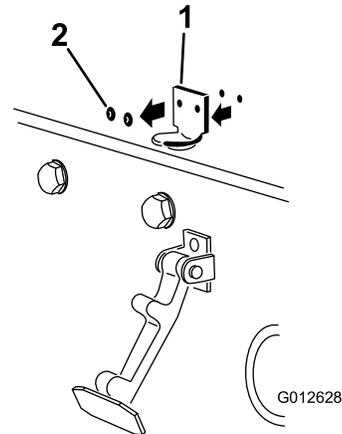

图 15
2. 拆下将机罩门锁支架固定至机罩的 2 个铆钉图 15 然后从机罩上卸下机罩门锁支架。